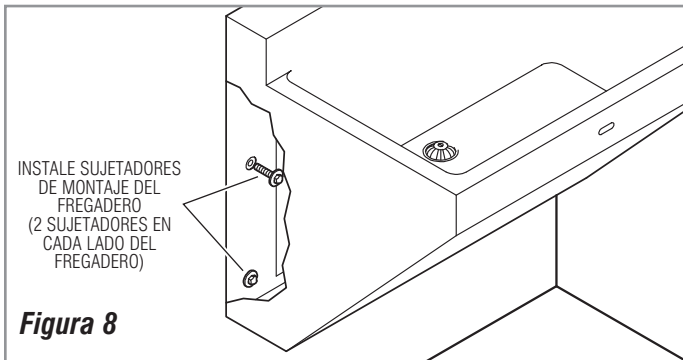

Figura 8
Paso 6 — Monte el Fregadero a la Pared (Figura 8)